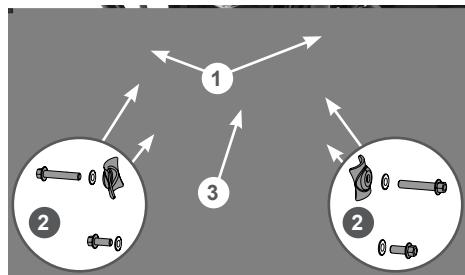

Рис. 5 Установка стойки рукояток
- Установите стойку 1 рабочих рукояток на раму 3 и закрепите с помощью болтов и шайб 2, как показано на Рис. 5.